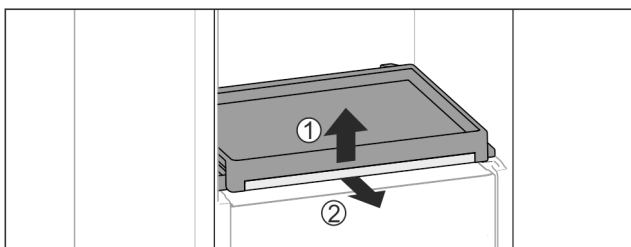

Fig. 178
- Heqja e raftit me tërheqje me pllakë xhami: Ngrini paksa lart pllakën e xhamit Fig. 178 (1) nxirreni jashtë duke e tërhequr përpara Fig. 178 (2).